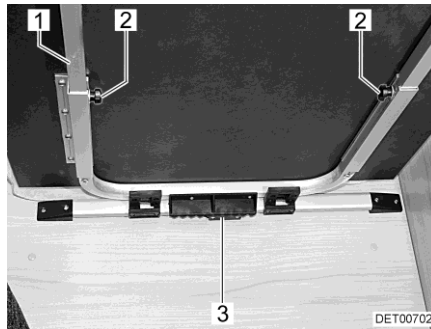

Bild 69 Förskjuta/förstora hängbordet
- Lossa de räfflade skruvarna (Bild 69,2).
- Lyft upp bordsskivan något framtill och dra ut det till stoppläget. Bordsförlängningen (Bild 69,1) är helt utdragen.
- Lyft upp bordsskivan något framtill och dra till stoppläget. Bordsförlängningen (Bild 69,1) är helt inskjuten.